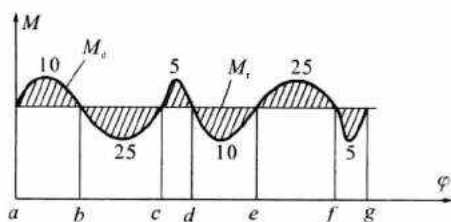

图 1-16
16. 某机器在稳定运转阶段的一个运动周期中,其主轴驱动力矩 M_d 和阻力矩 M_r 曲线和两曲线所围成的各块面积的数值(单位为 J)如图 1-16 所示,设主轴的转动惯量为常数,则最大盈亏功 $[W]=30 \text{ J}$ 。()